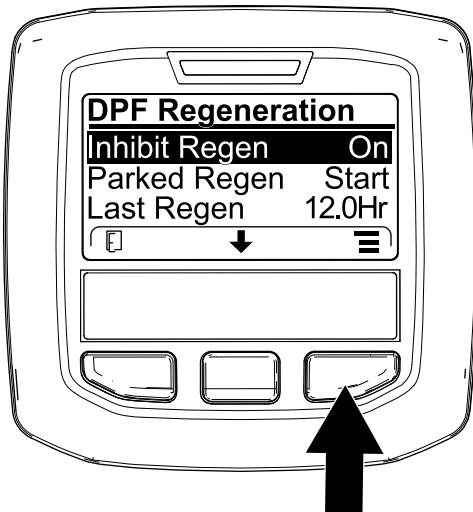
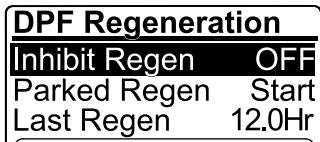

Figure 38
Figure 39
- Ouvrez le menu Régénération du FAP, appuyez sur le bouton central pour naviguer jusqu'à l'option INHIBIT REGEN et appuyez sur le bouton droit pour la sélectionner (Figure 38).
- Appuyez sur le bouton droit pour faire passer le paramètre Inhibit Regen de On à Off (Figure 38) ou inversement (Figure 39).